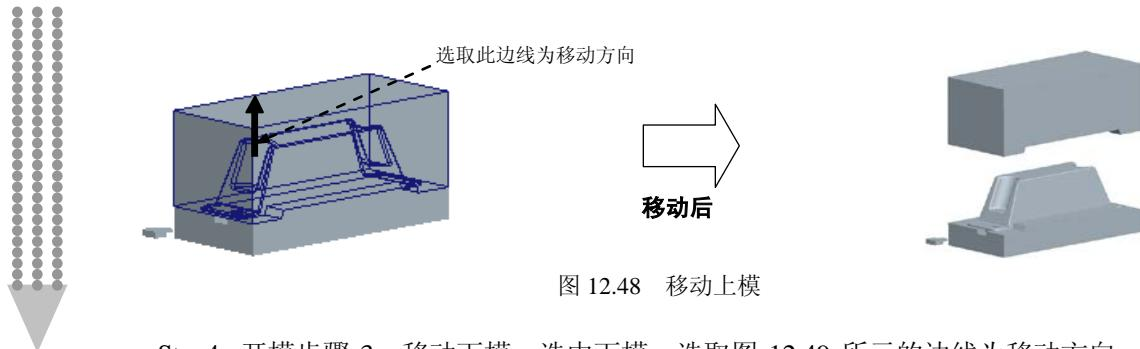

图 12.48 移动上模
Step3. 开模步骤 2: 移动上模。参考开模步骤 1 的操作方法, 选取上模, 选取图 12.48 所示的边线为移动方向, 输入要移动的距离值 70, 选择 **Done (完成)** 命令, 完成上模的开模动作。